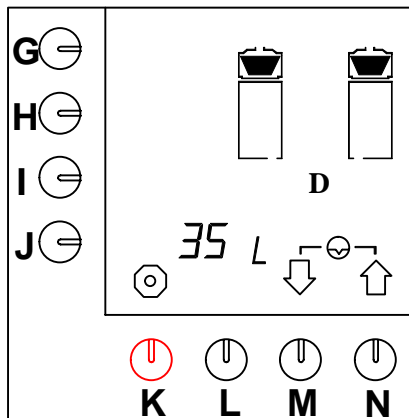

Abb. 40 Zurückstellen des Tageszählwerks für das Kaffeebrühsystem auf Null
- Drücken Sie auf die Wahltaste (M.)↓, bis Abb.40 im Display erscheint.